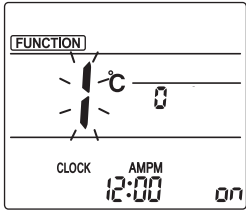

Fig. 1
- ① Път към ръчния режим за настройка на дефлекторите. Натиснете бутона **MENU**. (Стартирайте тази операция от изключеното състояние на дисплея на дистанционното управление.) „FUNCTION“ (ФУНКЦИЯ) светва и „1“ мига. (Fig. 1) Натиснете бутона **▲**, за да изберете „2“, след което натиснете бутона **SET**.